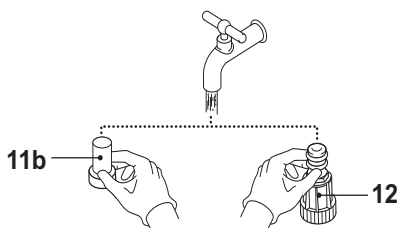

Fig. 22
- > Curățați piesele cu apă curată (Fig. 22).